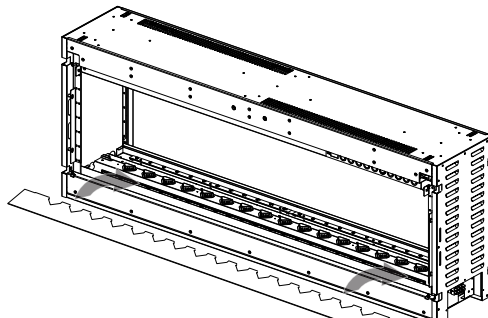

Fig. 4-8
- Installez le plateau à média. Assurez-vous de NE RÉINSTALLER PAS les vis parce-qu'elles peuvent faibles plier le plateau à média lorsqu'il est chauffé (**Fig. 4-8**).